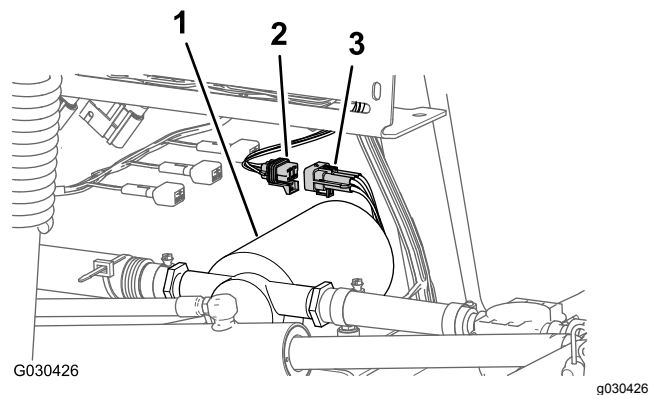

Figure 6
2. Débranchez le connecteur à 6 broches sur le faisceau de câblage de la pompe de rinçage du connecteur à 6 douilles sur le faisceau principal arrière (Figure 6).